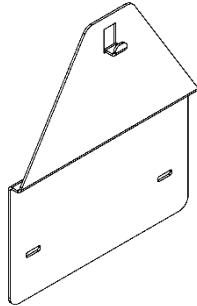

Рисунок 6.
7.2.3 При наличии в задней стенке только одного монтажного отверстия (сверху), а также если ранее был установлен водонагреватель марки «NEVA» или «BaltGaz», который крепился к стене с помощью двух крючков, можно выкрутить данные крючки и использовать отверстия для установки переходной планки (см. рис. 6). Переходная планка 114511-00.050 позволяет смонтировать водонагреватель с использованием уже имеющихся крепежных отверстий в стене. Переходная планка приобретается отдельно в фирменных магазинах или на сайте baltgaz.ru.